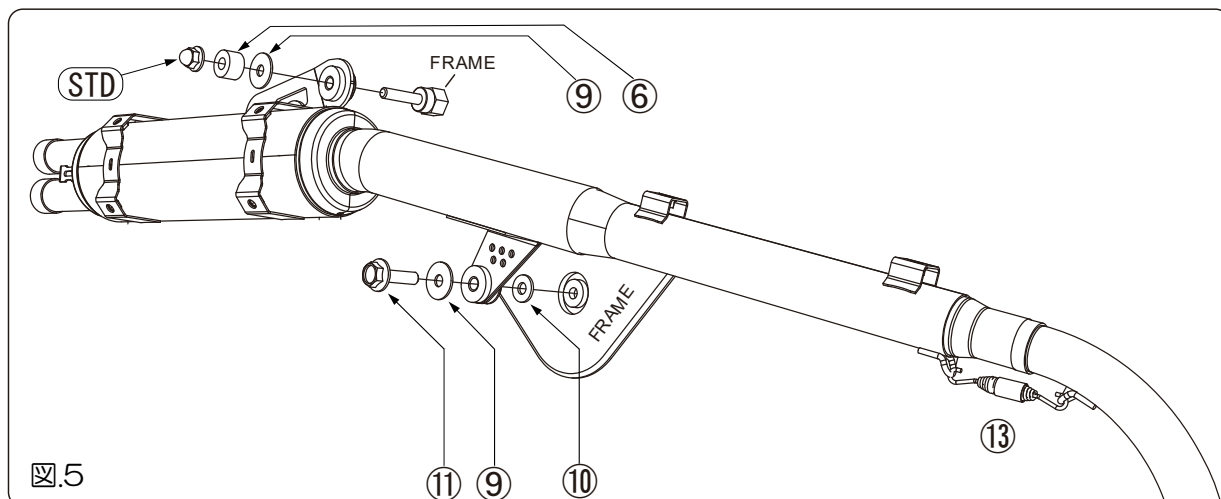

図.5
- ・図.5 を参考にテールパイプ COMP (2) をフロントパイプ COMP (1) へ差し込み、車体へ仮組します。